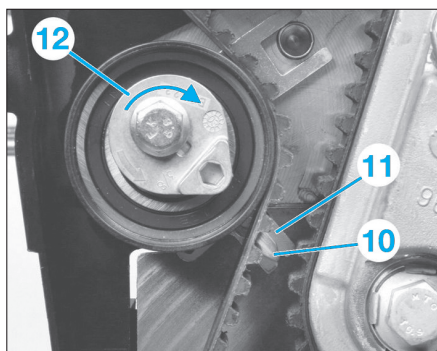

Fig. 11
- Tourner le galet tendeur (12) dans le sens horaire et placer l'index (10) en face de l'encoche du repère (11) (Fig.11).